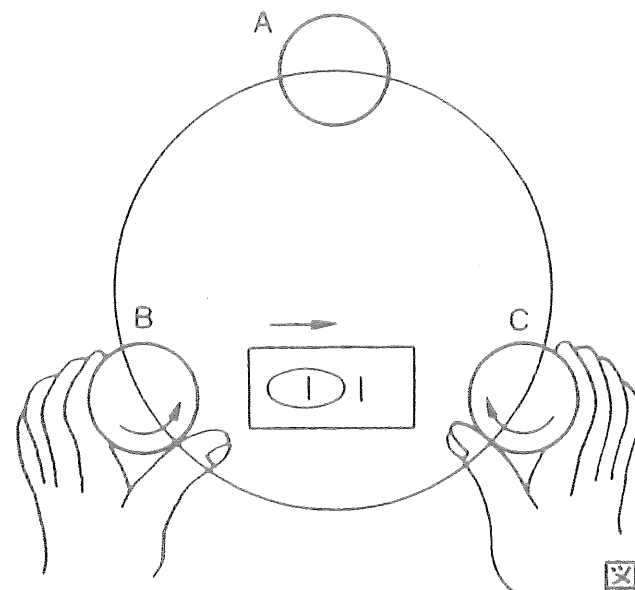

図17-1
- ①上盤クランプを緩め、平盤気泡管を任意の2本の整準ねじB、Cを結ぶ線に平行に置きます。
- ②整準ねじBとCを用いて気泡を中心に導きます。(気泡は、左親指の動く方向と同じ方向に移動します。)(図17-1)